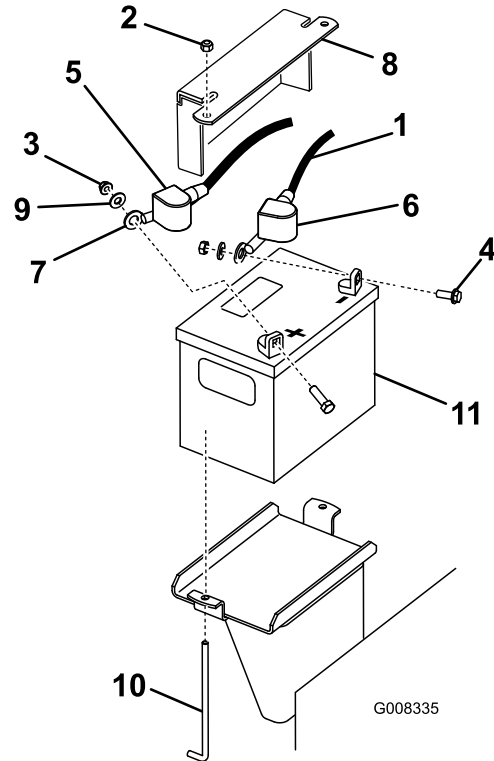

Figura 38
3. Ridicați capacul negru din cauciuc de pe cablul negativ. Deconectați cablul negativ al bateriei de la borna negativă a bateriei (–) (Figura 38).
4. Glisați și îndepărtați capacul bornei de la borna pozitivă (rou) a bateriei și îndepărtați cablul pozitiv (rou) al bateriei (Figura 38).
5. Îndepărtați placa de fixare, uruburile tip J și contrapiulițele care fixează bateria (Figura 38) și îndepărtați bateria.
1. Folosind elementele de fixare îndepărtate anterior, instalați cablul pozitiv (rou) al bateriei la borna pozitivă (+) a bateriei (Figura 38).
3. Folosind elementele de fixare îndepărtate anterior, instalați cablul negativ (negru) al bateriei la borna negativă (-) a bateriei (Figura 38).
4. Fixați bateria utilizând bara și piulițele fluture (Figura 38).